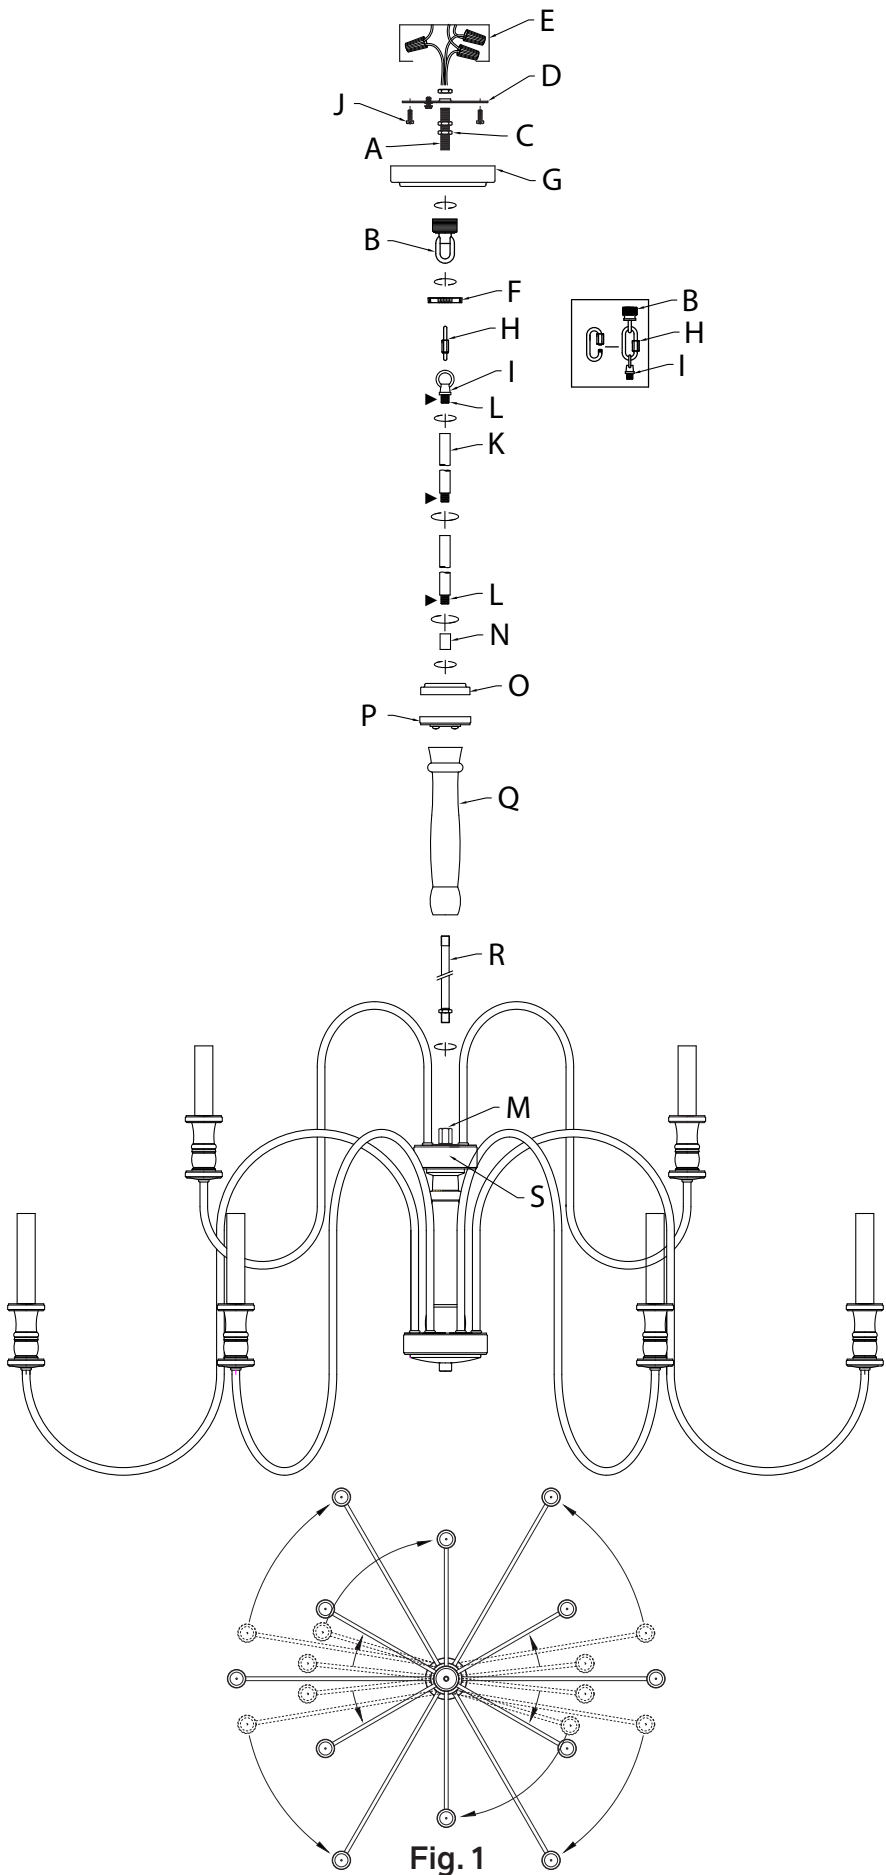

Fig. 1
- Rotate fixture arms into position as shown (Fig. 1).
1. Tournez les bras du luminaire en position (voir Fig. 1).
1. Gire los brazos del artefacto a su posición como se muestra (Fig. 1).